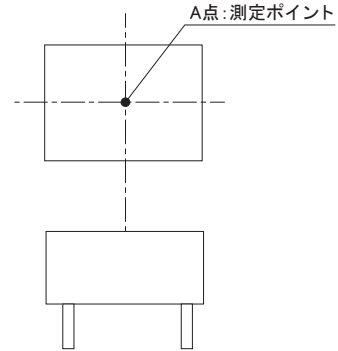

図6.1 TUHSシリーズ温度測定箇所
- 図6.1で示すA点の温度を、表6.1で示す温度以下となるようにお使いください。また、電源周囲温度が85℃を超えないようにしてください。